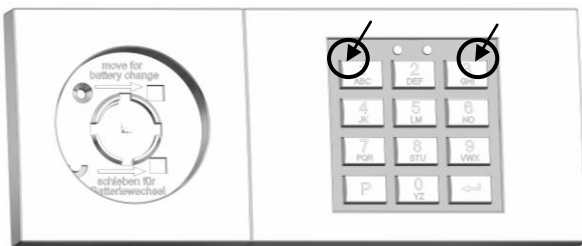

Abbildung 15: Tastaturbaugruppe demontieren, dazu vorsichtig auf den oberen Bereich des Tastaturrahmens drücken
Die Tastaturbaugruppe im Oberteil der Eingabeeinheit (8) ist standardmäßig für die Einbaulage Drehgriff (7) links, Tastatur rechts, vormontiert. Soll diese Einbaulage beibehalten werden, ist dieses Kapitel zu überspringen. Wird die Eingabeeinheit jedoch in einer der drei anderen Einbaulagen montiert, muss die herausnehmbare Tastaturbaugruppe gedreht werden. Dazu ist zunächst die Tastaturbaugruppe aus dem Oberteil der Bedieneinheit (8) zu lösen. Dies erfolgt durch vorsichtigen Druck auf die in Abbildung 15 dargestellten Bereiche (keine Gewalt oder scharfkantige Werkzeuge oder Ähnliches verwenden). Dadurch löst sich die Baugruppe aus ihren oberen Halterungen. Anschließend die Tastatureinheit vorsichtig aus den unteren Halterungen lösen (siehe Abbildungen 16 und 17) und möglichst ohne Verkanten oder Verformen der Halteklammern nach hinten aus dem Oberteil der Bedieneinheit (8) herausnehmen.